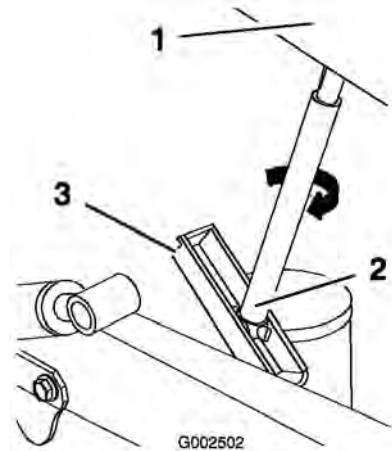

Bild 17
2. Drehen Sie die Haltestange um 90° und schieben Sie sie langsam durch die Haltestangenstütze (Bild 17), während Sie das Behältergestell langsam absenken.